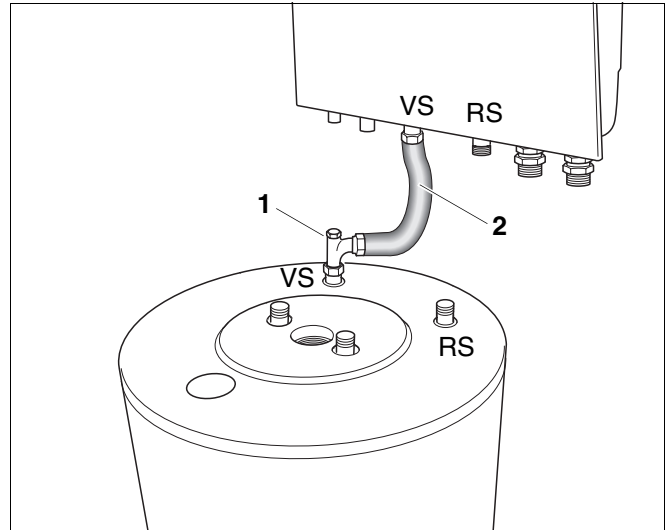

Abb. 17 Wellschlauch an Speichervorlauf montieren
- In die Winkelverschraubung (Abb. 17, **Pos. 1**) die Dichtung einlegen.
- Winkelverschraubung (Abb. 17, **Pos. 1**) am Vorlauf des Speicher-Wassererwärmers schrauben und ausrichten (ca. 45° nach rechts, siehe Abb. 17).
- Wellschlauch (Abb. 17, **Pos. 2**) mit den Überwurfmutter und eingelegten Dichtungen zwischen die Winkelverschraubung des Vorlaufs am Speicher-Wassererwärmer und am Vorlauf des Heizkessels schrauben.